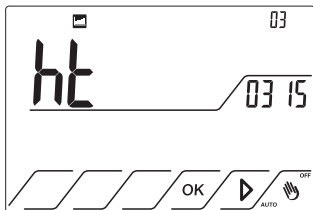

Fig.51
13.5 Premere il tasto ► per visualizzare la pagina n.3. Fig.51